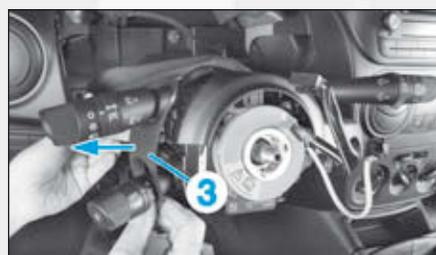

FIG.4
- le cache (3) du commodo d'éclairage extérieure (Fig.4),